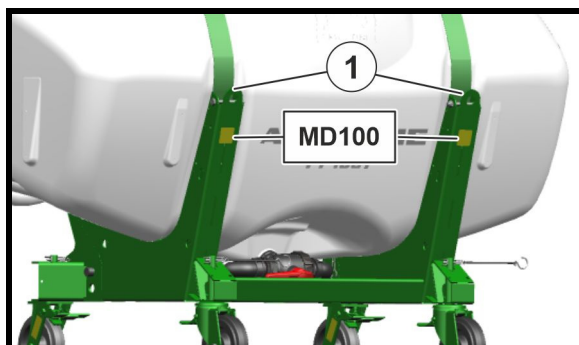

Fig. 3
- to festepunkter foran (Fig. 3/1)
Når maskinen lastes med en løftekran, skal de merkede festepunktene (Fig. 3/1) for løfteinnretninger brukes.